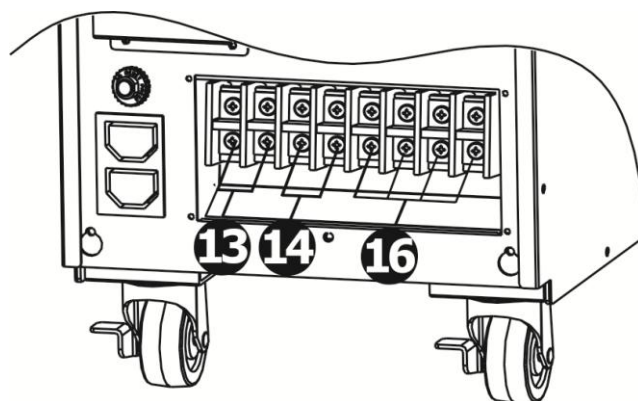
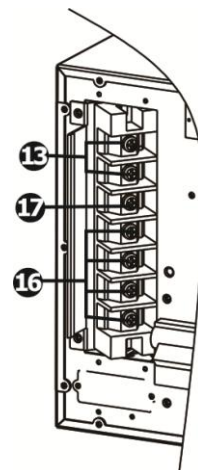

图 4: 10K/10KL 输入/输出端子台
图 14: 15KR(L)/20KR(L) 输入/输出端子台
12. 输出端子(详细请参阅图 4、5、10、12 与图 14)